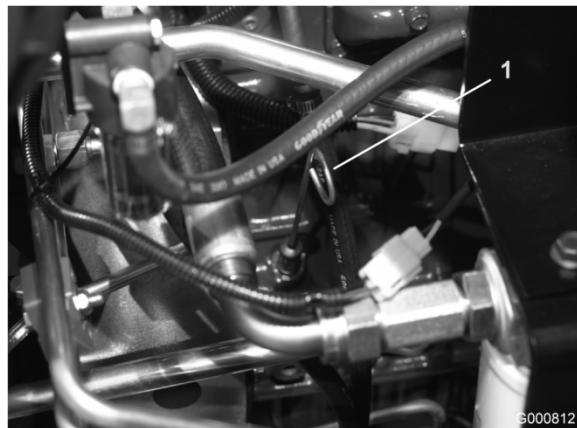

Figura 17
2. Retire la varilla (Figura 17), límpielala, y vuelva a colocarla. Retírela de nuevo y compruebe el nivel de aceite. El nivel debe llegar a la marca FULL (lleno) de la varilla.